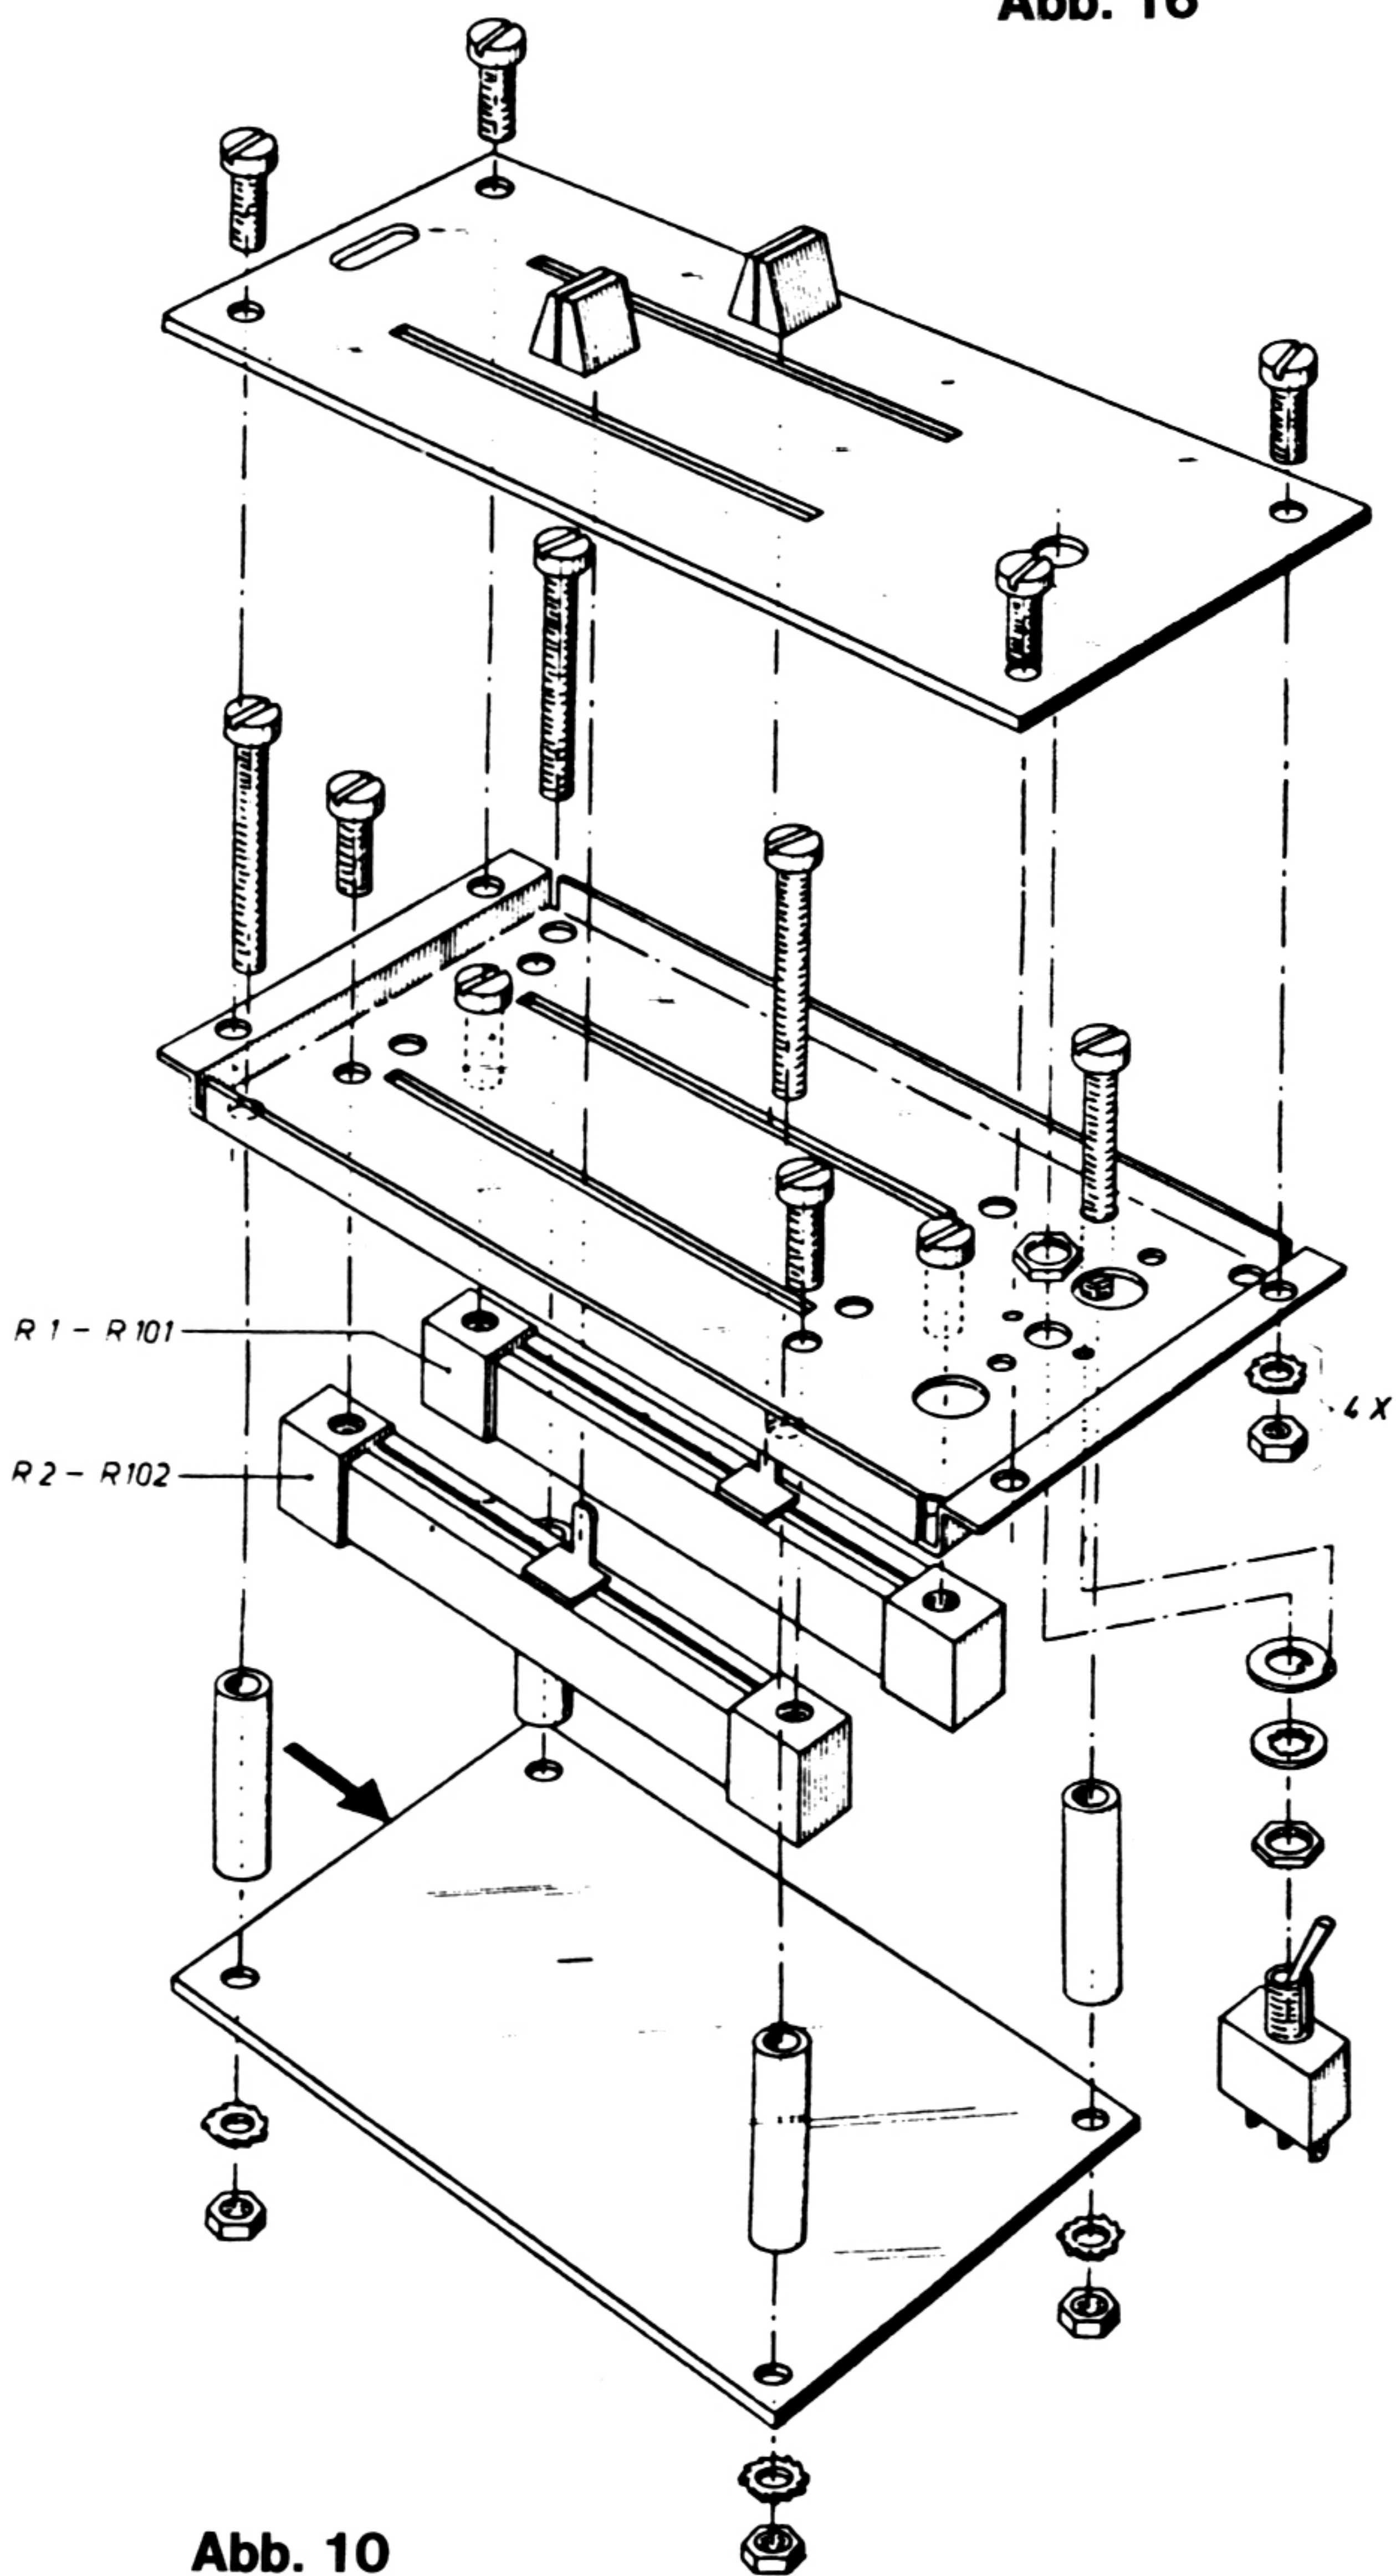
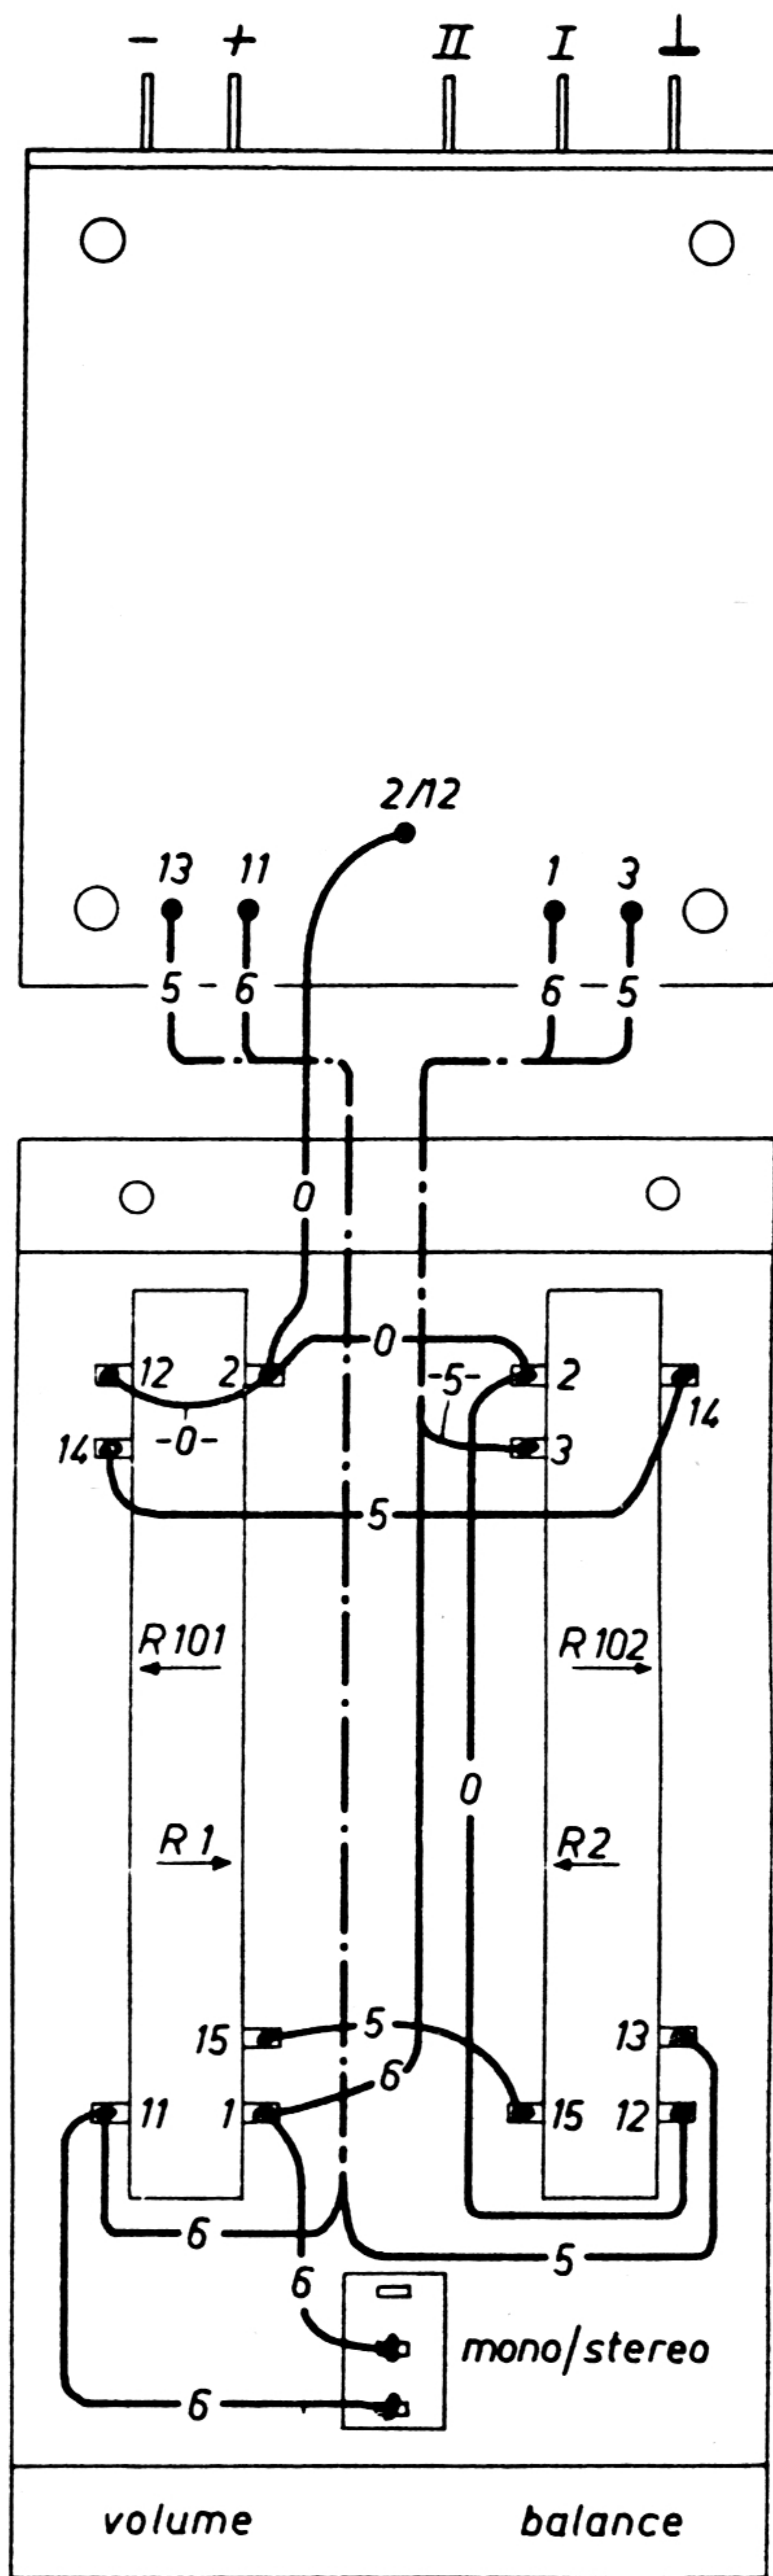

Abb. 10
Abb. 11
1. Montieren Sie die beiden Schiebepotentiometer R 1/R 101 und R 2/R 102 auf die Montageplatte nach Abb. 10. Achten Sie genau auf die richtige Lage, die sowohl an den Schrauben in den dafür vorgesehenen Löchern als auch an den Löt-laschen aus Abb. 11 zu ersehen ist. Verwenden Sie für die Befestigung M 3 × 12 Schrauben, die in die im Potentiometergehäuse vorhandenen Gewinde gedreht werden. Die Löt-laschen der Potentiometergehäuse werden seitlich abgebo-gen.
3. Die Verdrahtung zwischen den Potentiometern und der gedruckten Schaltung ist in Abb. 11 dargestellt. Teile dieser Verbindungen sind als Kabelbaum mit gestrichelten Linien gezeichnet. Die Nummern der Lötösen auf der gedruckten Schaltung, wie 1, 3, 2/12 usw., finden Sie ebenfalls in Abb. 11 bei den Lötflaschen der Potentiometer, mit denen diese verbunden werden müssen. Die Drahtfarben entsprechen den Ziffern der gezeichneten Verbindungen und sind dem Farbcode für Widerstände entnommen.
6. Legen Sie die gedruckte Schaltung so neben die Montageplatte, wie dies in Abb. 11 angegeben ist. Schließen Sie die Drähte, die von der gedruckten Schaltung kommen (siehe Punkt 4), an die richtigen Lötflaschen der Schiebepotentiometer R 1/R 101 und R 2/R 102 an. Die Lage der Drähte ist in der Abb. eingezeichnet. Vergessen Sie nicht die Verbindungen zwischen 1-R 1 und 11-R 101 zum Mono/Stereo-Umschalter.
7. Befestigen Sie die gedruckte Schaltung mit der Montageplatte gemäß Abb. 10 mit langen Schrauben, Distanzhülsen, Zahnscheiben und Muttern. Die Verdrahtung darf nicht eingeklemmt werden. Der Pfeil in Abb. 10 bezeichnet die Seite der gedruckten Schaltung mit den drei Steckerstiften, die Positionsdruckseite liegt unten.
8. Kleben Sie auf den unteren Rand der Montageplatte, dies ist die linke Seite in Abb. 10, eine der beiliegende Anschriften LINE oder OUT und zwar so, daß sie später genau unter dem ovalen Schlitz der Frontplatte liegt.